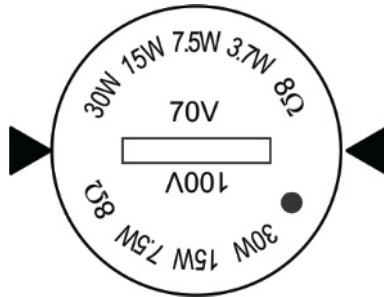

Рис. 7. Установка положения переключателя
10. Настройте переключатель режима работы громкоговорителя, прежде чем установить решётку (см. рис. 7).